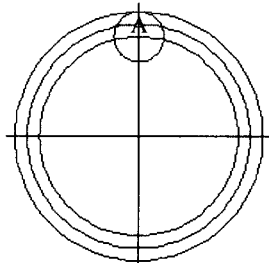

图 1-22
(3) 重复“圆”命令, 捕捉 A 点为圆心, 绘制以半径为 5 的圆, 如图 1-22 所示。